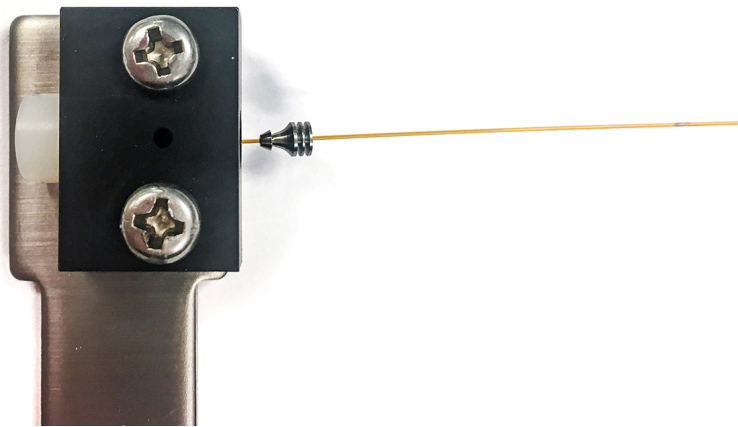

Figure 8. Enfiler l'écrou interne dans la clé à sertir
- 5 Passez l'écrou interne dans l'outil de sertissage en serrant manuellement. Voir **Figure 8**.